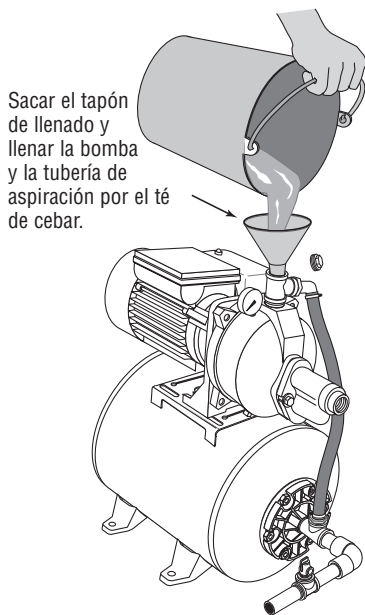

Figura 16 : Llenar la bomba por el té de cebar
Paso 1. Retire el tapón de cebado de la bomba y llénela, llenando toda la tubería entre la bomba y el pozo; asegúrese de que toda la tubería en el pozo esté llena (vea la Figura 16). Si también instaló una "T" de cebado en la tubería de succión, retire el tapón de la "T" y llene la tubería de succión.